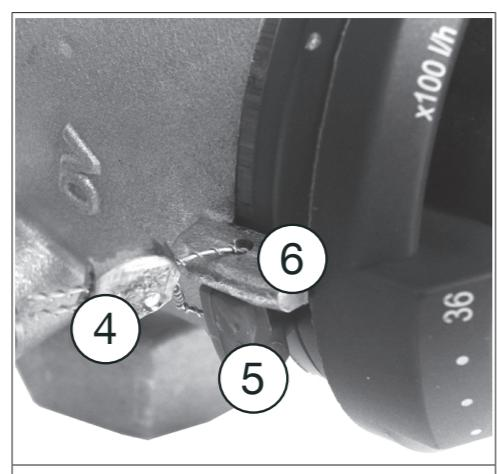

Fig. 12: Protection du prérglage
1. Démonter la bague de blocage (3).
2. Pousser la poignée manuelle (2) et la tourner jusqu'à ce que le marquage de la valeur de consigne (1) se trouve en face de la valeur de débit souhaitée (maintenant la poignée manuelle enclenche dans la denture).
3. Remonter la bague de blocage (3).
i En option, la bague de blocage (5) peut être plombée au marquage de la valeur de consigne (6) à l'aide du jeu de plombage (4) (accessoire, réf. 1089091) (voir Fig. 12).